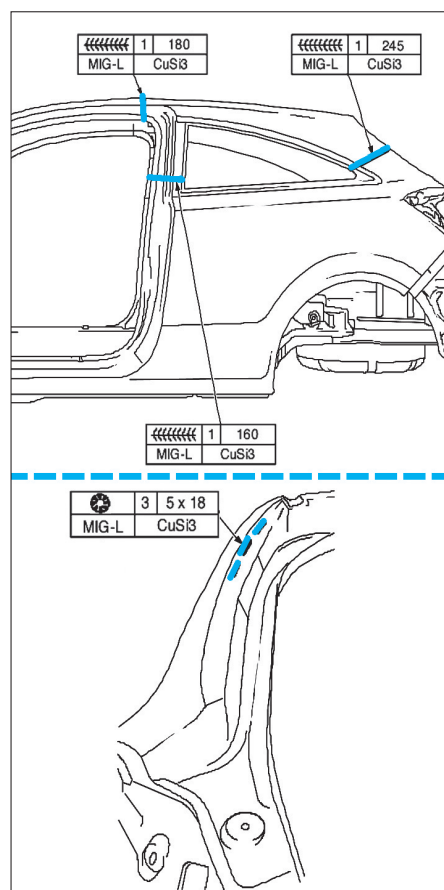

FIG. 144
- Effectuer les cordons de soudure sur le panneau latéral supérieur (fig. 144).